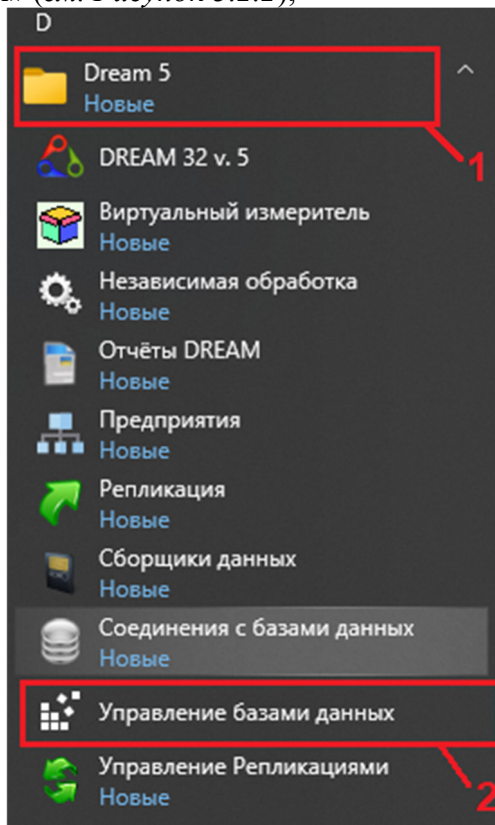

Рисунок 3.2.2
- выбрать из списка программ папку «Dream 5» и выбрать пункт «Управление базами данных» (см. Рисунок 3.2.2);